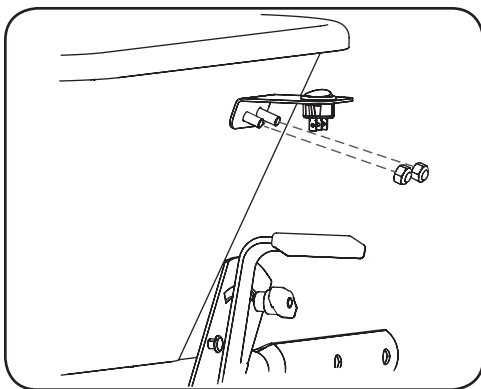

Figura 1-12
- Instale el interruptor de encendido del motor del lado derecho de la tolva usando dos tornillos hexagonales, arandelas y contratuercas. Roscando los tornillos hexagonales a través de las arandelas, luego a través de la tolva. Fije el interruptor de encendido del motor al exterior de la tolva con las contratuercas. Vea la Figura 1-12.